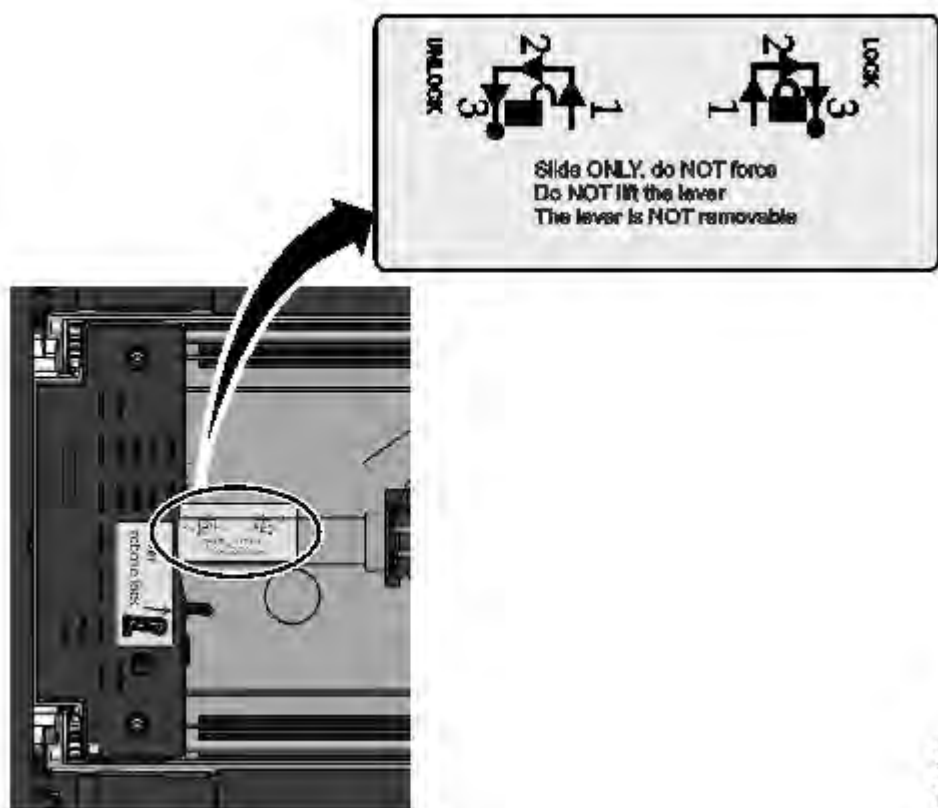

Figura 81. Sblocco del robot
10. Sbloccare la leva e mettere da parte l'accessore. Vedere Figura 81 a pagina 178.